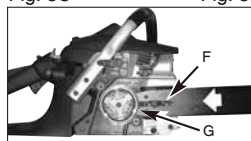

Fig. 3E
4. Plasser åpningsenden av styreskinnen over skinnbolt (F). Skyv styreskinnen bak koblingstrommelen (G) til styreskinnen stopper (Fig. 3E).